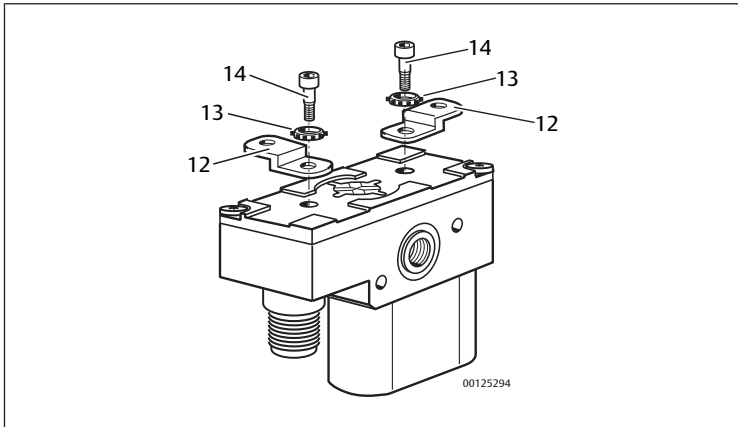

Abb. 2: Befestigungssatz für Montageplatte montieren
- 2x Montagebleche (12)
- 2x Zackenringe (13)
- 2x Zylinderkopf-Schrauben (SW 4) (14), Anzugsmoment: 6 Nm
2. Montieren Sie den Befestigungssatz für Montageplatte wie dargestellt. Siehe → Abb. 2. Die Montagebleche (12) greifen in die Vertiefungen ein und können dadurch rechtwinklig in drei Richtungen zum Gerät ausgerichtet werden.